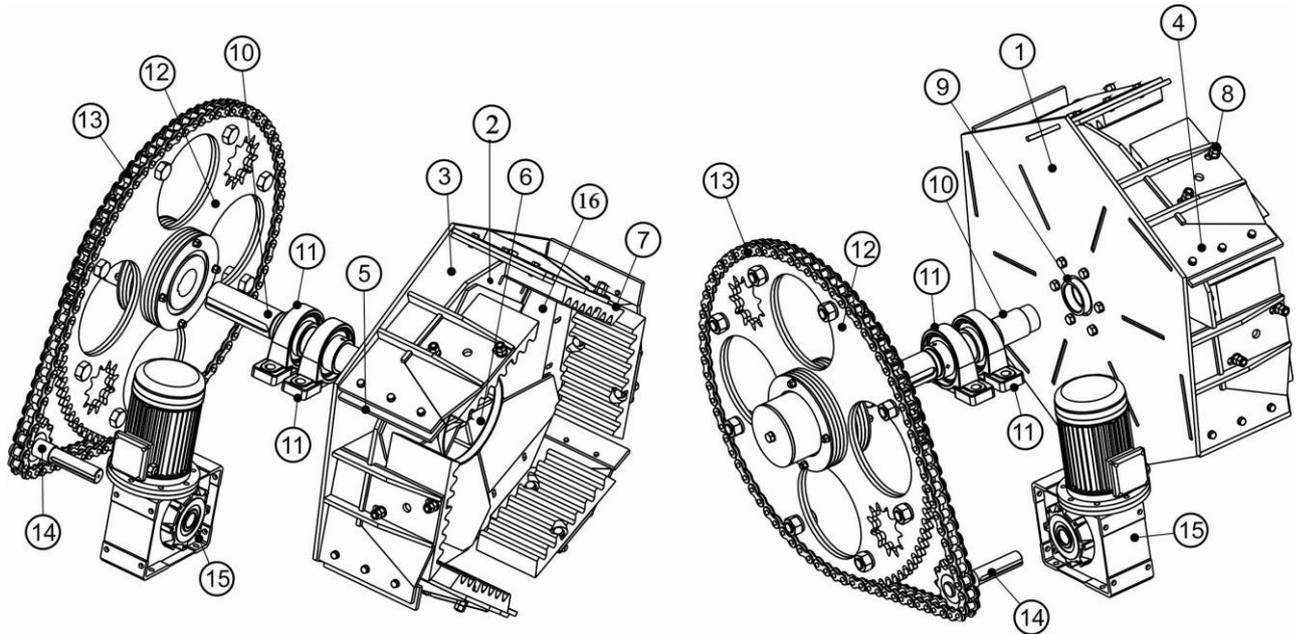

Рис. 6
Элеватор и его привод (Рис. 6) состоят из: задней шестигранной стенки (1), лобовой стенки (2), образующих направляющие каналы (3), зачерпывающих лопаток (4) с защитными пластинами (5), центральной розетки (6), рифленых отражательных плит (7) и болтов их крепления (8), сварной резьбовой втулки (9), приводного вала (10), подшипниковых опор УСП-216 (11), большой звездочки (12), пластинчатой цепи (13), малой звездочки (14), мотор-редуктора (15), сегментов брони лобовой стенки (16).